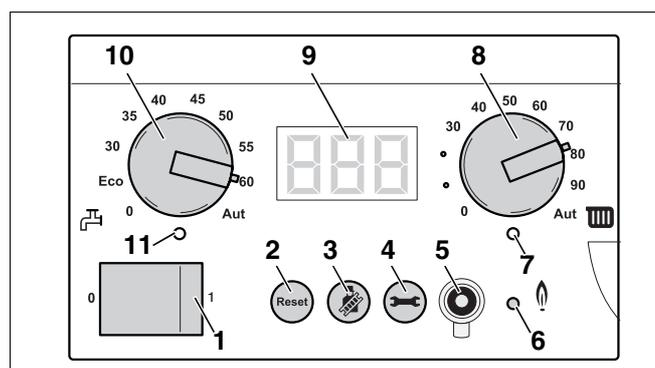

Fig. 89 Regolatore di base BC10
- Disattivare l'impianto di riscaldamento agendo sull'interruttore di esercizio del regolatore di base Logamatic BC10 (fig. 89, **pos. 1**).
- Attivare l'impianto di riscaldamento agendo sull'interruttore d'esercizio del regolatore di base Logamatic BC10 (fig. 89, **pos. 1**).
- Dopo l'accensione del LED "Bruciatore" (fig. 89, **pos. 6**) attendere un minuto, finché la caldaia funzioni a carico parziale.
- Mantenere premuto il tasto "Spazzacamino" (fig. 89, **pos. 3**) (per circa due secondi), finché sia visualizzato il punto nella parte inferiore destra del display (fig. 89, **pos. 9**). Vedere anche tabella 8, „Prova di combustione“, pagina 44.